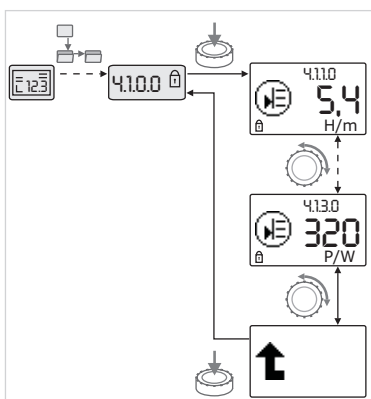

Fig. 46: Vyvolání informací
- Otočením ovládacího tlačítka aktivujete prvky menu typu „Informace“ aktuálního podmenu (viz Fig. 46). Legenda k symbolům zastupujícím nastavení viz tabulka v kapitole 8.7 „Referenční prvky menu“ na straně 37.